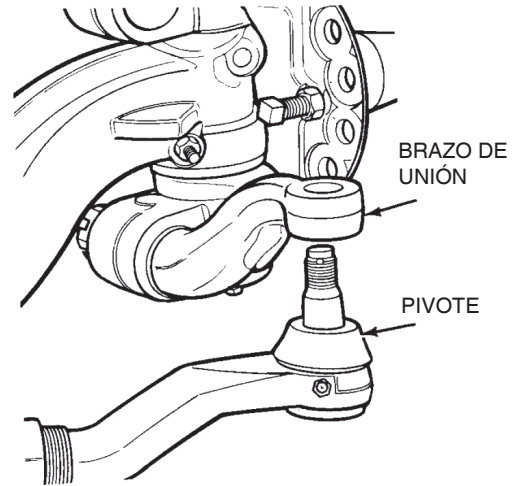

Figura 90
1. Prensa la chaveta en la ranura del brazo. Figura 90.